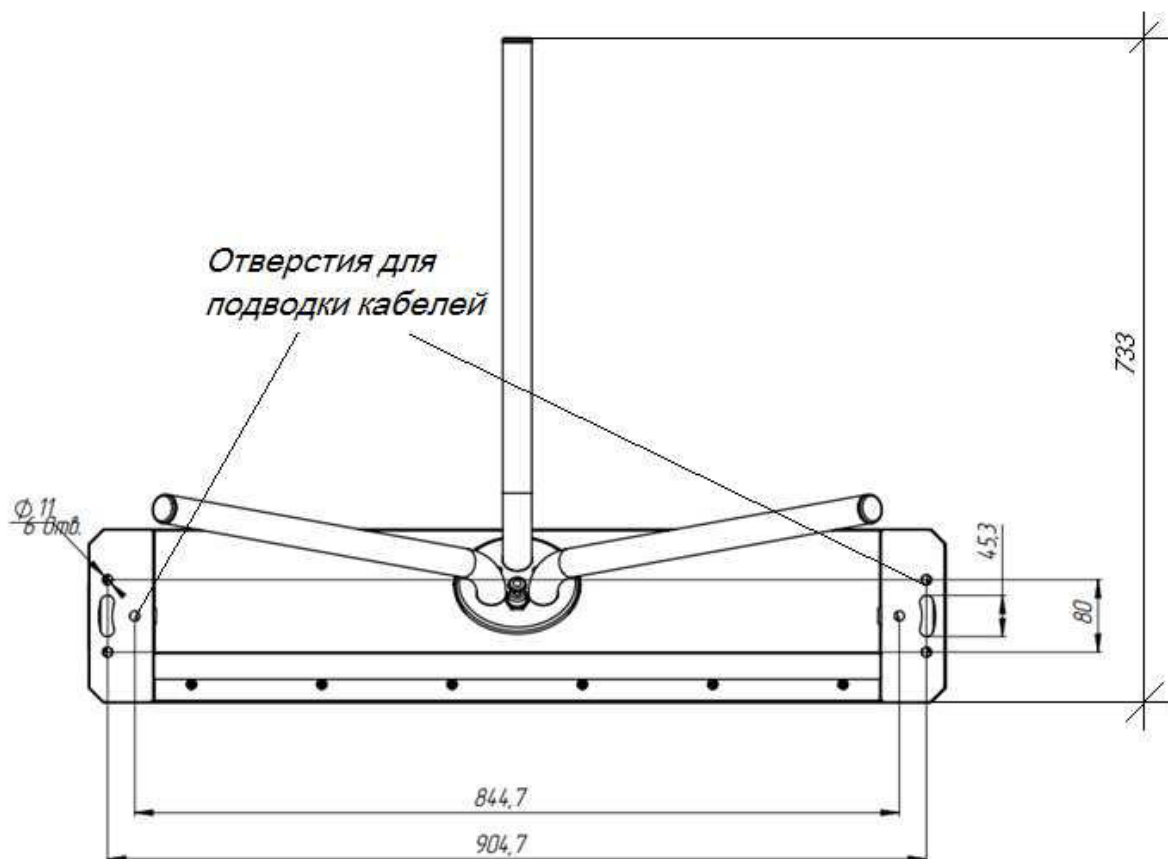
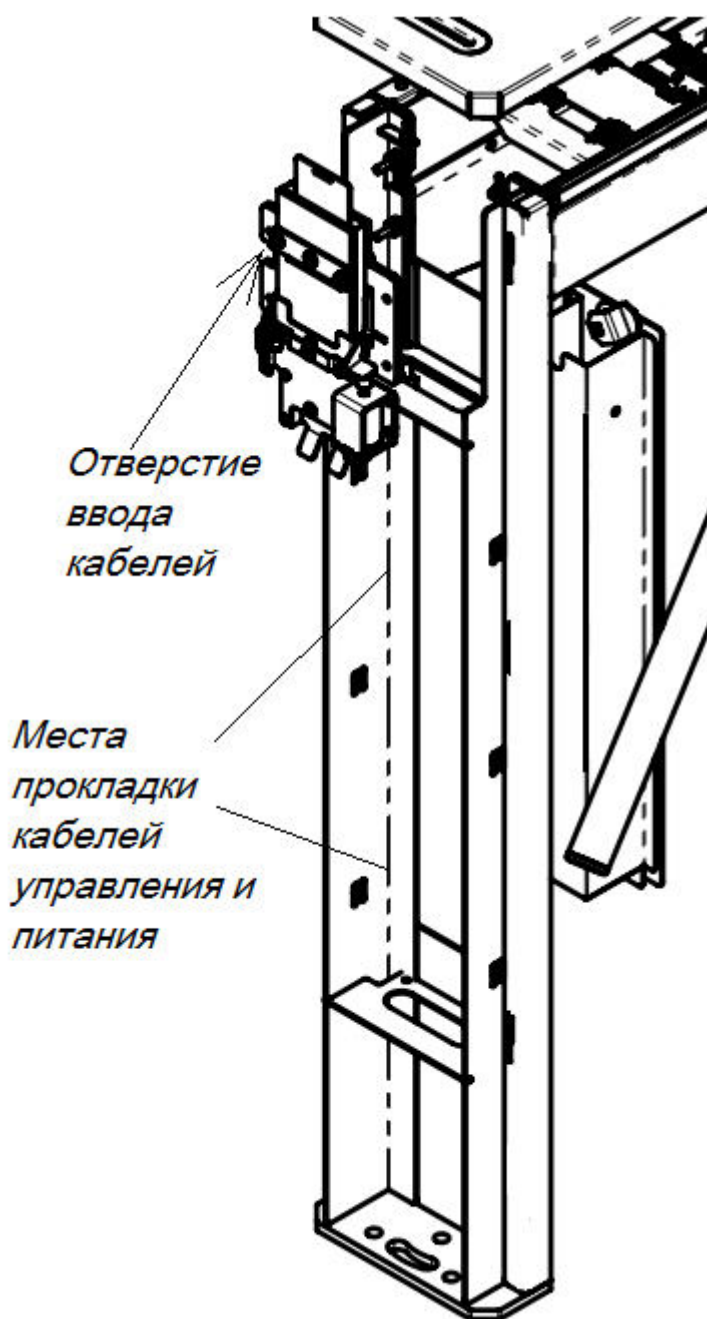

Рис. 11. . Установочные размеры
Рис. 12.
4.2.3. По установочным размерам (рис. 11), подготовьте 6 отверстий диаметром 11 мм в полу под анкеры крепления стоек турникета. Расположение монтажных отверстий относительно
4.2.7. Установите стойку турникета на подготовленную площадку согласно установочным размерам (рис. 11). Заведите в корпус турникета кабели от ПУ, БП и, при необходимости, кабели СКУД и ОПС. Подводка кабелей производится через отверстие в нижних стойках турникета (рис. 3). Закрепите кабели кабельными стяжками. Пути прокладки кабелей указаны пунктиром на рис. 12
4.2.8. Совместите отверстия в опоре турникета (рис. 11) с анкерами в полу. Проверьте вертикальность установки в 2-х плоскостях, при необходимости используйте стальные прокладки требуемой толщины для правильной установки турникета. Закрепите стойку турникета шестью винтами М6, закрутив их в